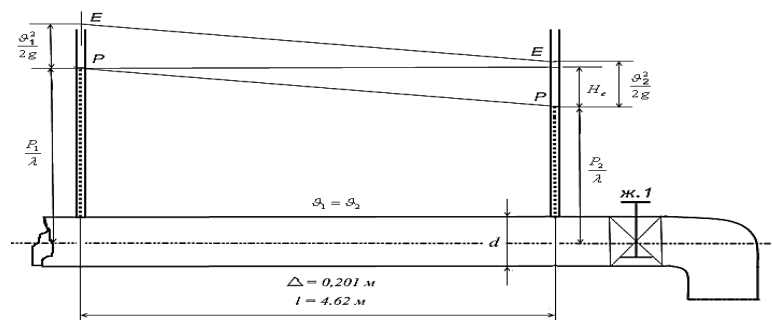

рис.2. Схема установки
1. Записываем показания в 1 и 2 пьезометрах (рис.2)